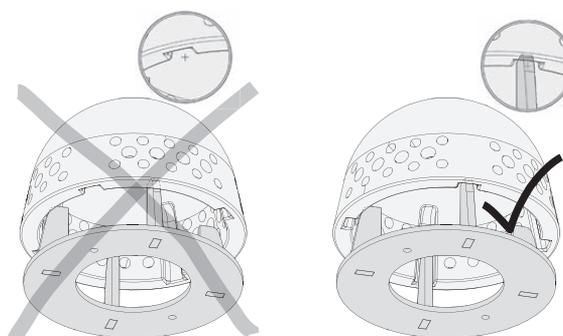

Fig. 45 Primärluftdorn einsetzen
- ▶ Wichtig: Führungsnut muss einrasten – Fig. 45.